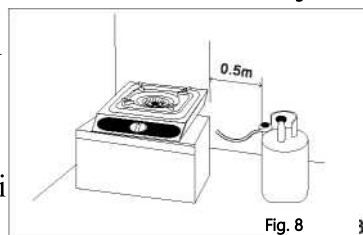

Fig. 8
- La bouteille de gaz doit se trouver à une distance d'au moins 0,5 m du réchaud (Fig. 8).